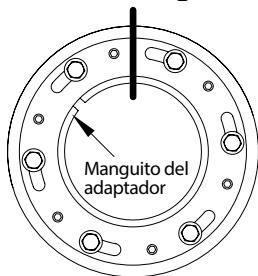

Figura 2. Marque la cara de la tuerca externa y del adaptador
- Importante:** Marque una línea a lo largo del frente y la parte superior del adaptador y la tuerca externa para usarla como una referencia de ubicación, vea la figura 2. Este es un punto crítico y representa la ubicación del ensamble de la tuerca antes de apretar los pernos de cabeza hexagonal.